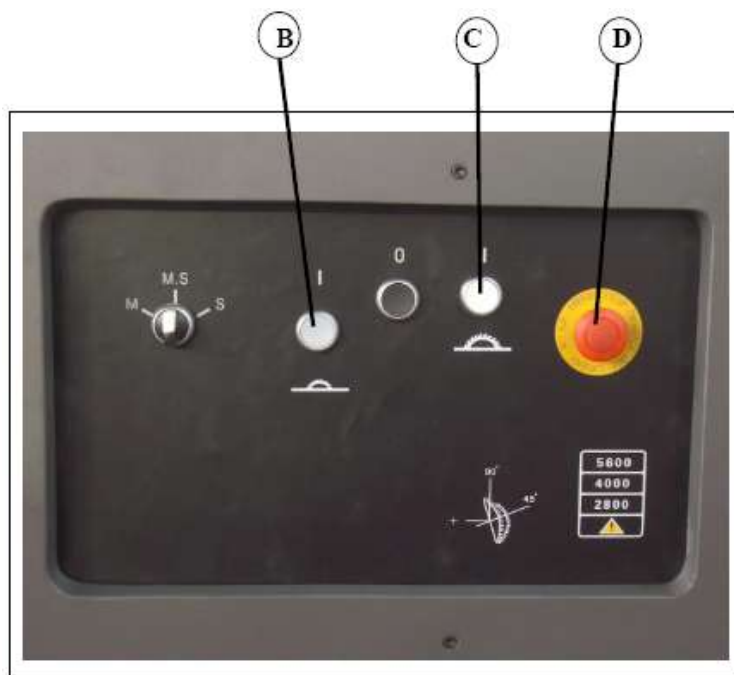

Рис. 3.1
- A) Кнопка остановки двигателя основной/подрезной пилы (рис. 3.1).
- B) Кнопка запуска двигателя пилы (рис. 3.1).
- C) Кнопка запуска двигателя подрезной пилы и сигнальная лампочка (рис. 3.1).
- D) Кнопка аварийной остановки (рис. 3.1).
- 2) Нажмите кнопку В (рис. 3.1.) для запуска двигателя основной пилы.
- 3) Нажмите кнопку С (рис. 3.1.) для запуска двигателя подрезной пилы.